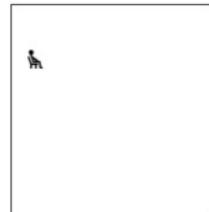

Fig. 6: Écran de démarrage
⇒ Le tensiomètre s'allume automatiquement, effectue un test d'affichage et l'écran de démarrage s'affiche. (voir Fig. 5 et Fig. 6).
⇒ L'écran affiche l'écran de démarrage (Fig. 6).
- ⇒ L'écran affiche l'écran de démarrage (Fig. 6)).